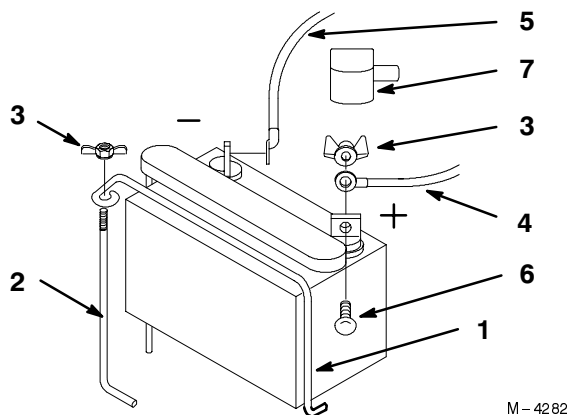

Bild 7
1. Stellen Sie die Batterie mit den Polen in Richtung Benzintank (Bild 7) auf ihren Träger.
2. Sichern Sie die Batterie mit der Klemme, der Stützstange und der Flügelmutter ab (Bild 7).
3. Ziehen Sie die rote Polkappe auf das rote Batteriekabel (Bild 7).
4. Bringen Sie das Pluskabel am Pluspol (+) und das Minuskabel am Minuspol (-) an. Sichern Sie die Klemmen mit Schlossschrauben und Sicherungsmuttern ab (Bild 7).